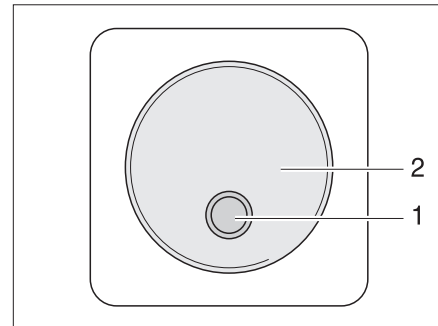

Fig. 165 Conmutador externo
- II "Remo." = El aparato se puede encender y apagar con el conmutador externo (Fig. 165,1).
El conmutador externo del convertidor (Fig. 165) se encuentra en el habitáculo del vehículo, por ejemplo en la zona de la entrada. El conmutador está identificado con el rótulo "Convertidor". El LED (Fig. 165,1) indica el estado de funcionamiento del convertidor.